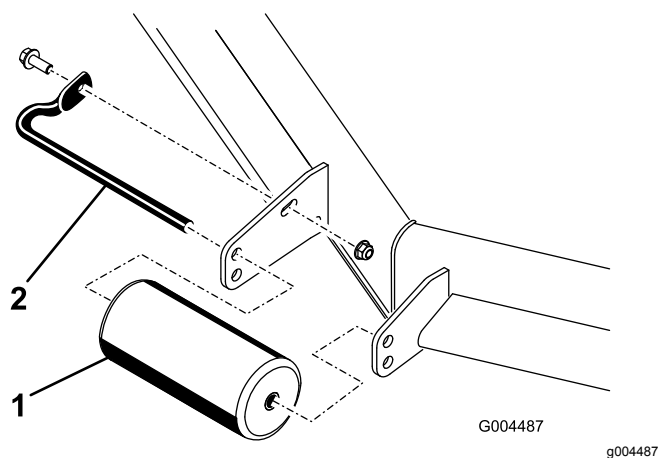

Figura 14
1. Retire el tornillo y la tuerca que fijan el eje del rodillo al soporte de la carcasa (Figura 14).